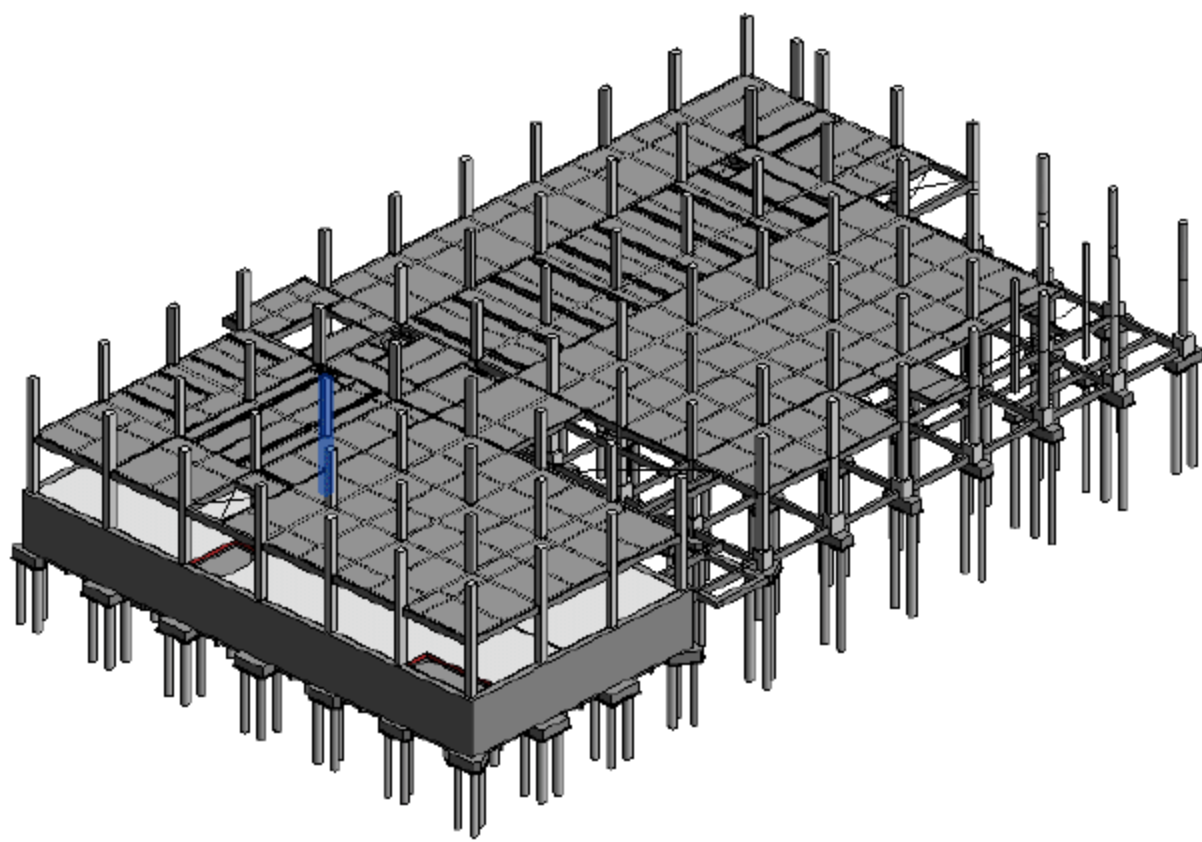
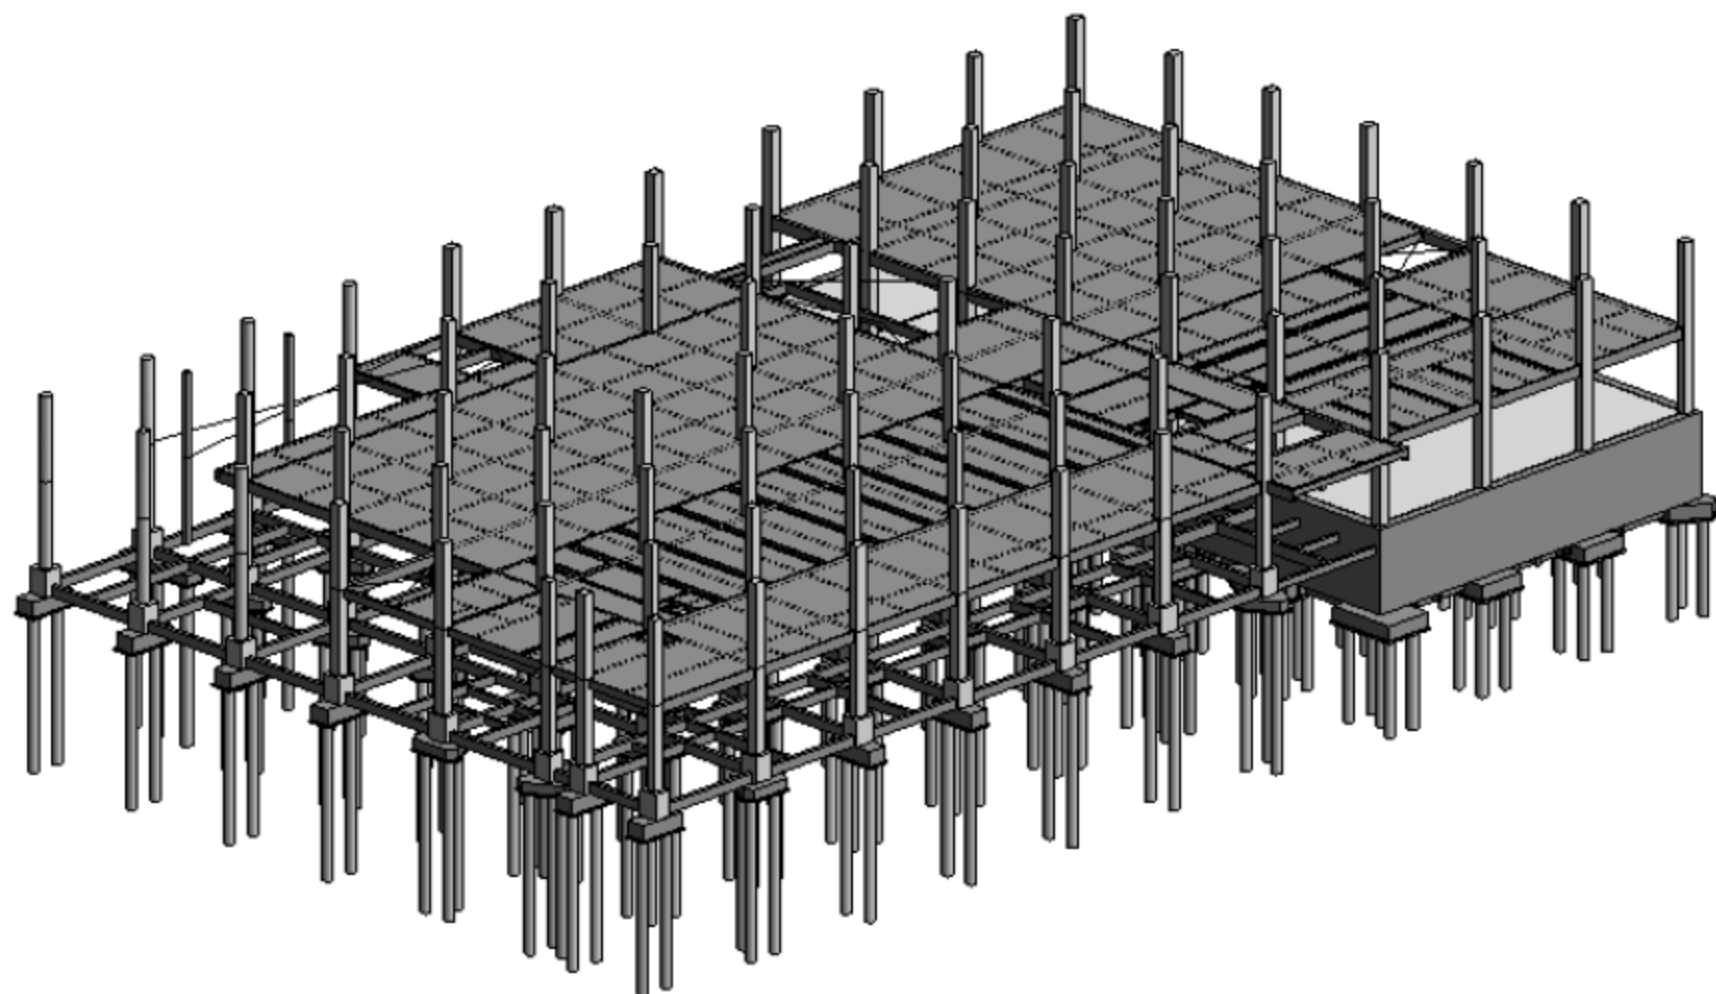

图 4.3.53 框架柱 3D 效果图 1
图 4.3.54 框架柱 3D 效果图 2
(3) 粘贴混凝土矩形框架柱与圆形框架柱, 选择“粘贴”→“与同一位置对齐”命令, 完成粘贴, 完成后的 3D 效果如图 4.3.53 与图 4.3.54 所示。